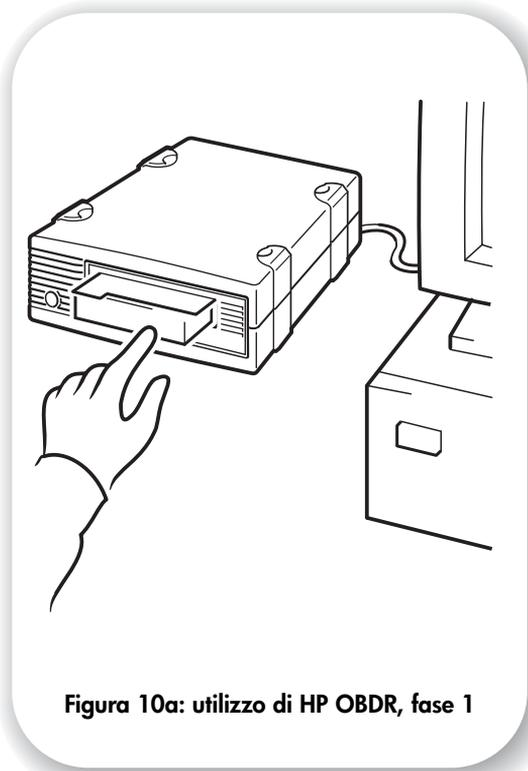

Figura 10a: utilizzo di HP OBDR, fase 1
- 1 Sollevare lo sportello della cartuccia e inserire nell'unità a nastro la cartuccia di avvio più recente disponibile (vedere la figura 10a). È necessario che la cartuccia sia stata scritta da un'applicazione di backup che utilizzi il formato CD-ROM per scrivere i dati sul nastro.